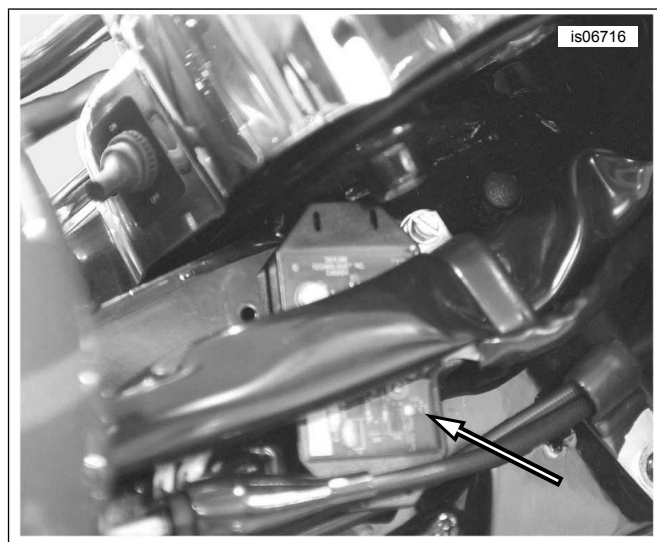

Figura 10. Immuntar tal-Trasmittitur Ħdejn it-Tubu tal-Furketta (FLHR tal-2013-iktar kmieni)
2. Neħhi t-tejp protettiv mill-qoxra tal-adeżiv fuq naħa waħda tal-pad tal-foam għal fuq it-trasmittitur (3).
3. Ara Figura 10 . Immonta t-trasmittitur mal-ġenb tal-lemin tal-frejm ħdejn it-tubu tal-furketta.